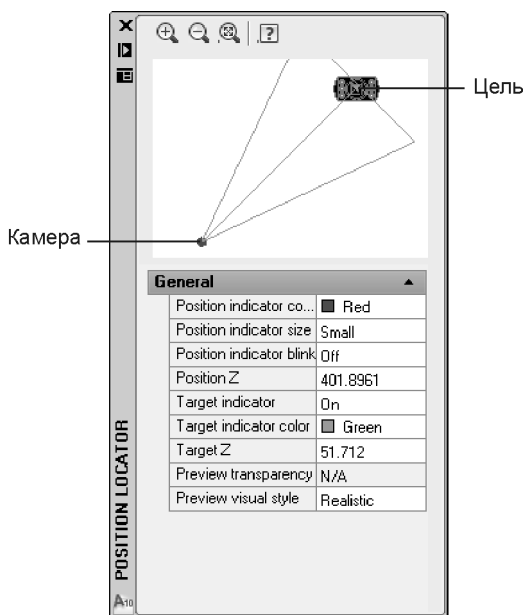

Рис. 8.7. Палитра **POSITION LOCATOR** для настройки положения камеры и цели относительно модели
4. В верхней части экрана появляется справочное окно, в котором напоминает о том, что перемещение по модели выполняется с помощью клавиатуры, а круговой осмотр и поворот с помощью мыши. Можно отказаться от вывода этого окна в следующих сеансах обхода модели, если в нем установить флажок **Don't show me this again** (Больше не выводить это окно). Кроме справочного окна на экран выводится палитра **POSITION LOCATOR** (ЛОКАТОР ПОЛОЖЕНИЯ) (рис. 8.7).